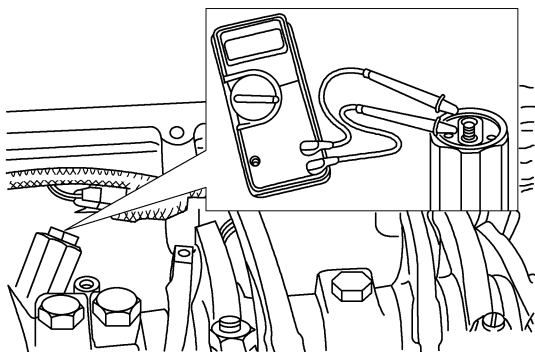
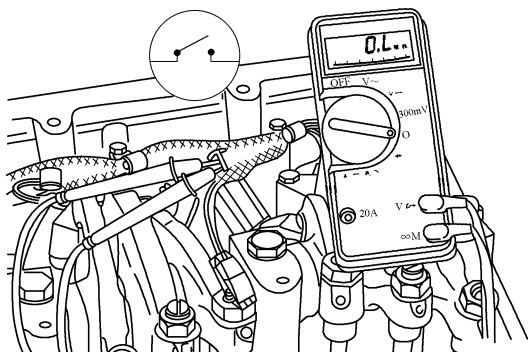

图 5-95 测量电磁阀两接线柱之间的电阻
图 5-96 测量两个螺母总成或导线插头之间的电阻
⑦ 测量喷油器电磁阀两个接线柱之间的电阻(图 5-95), 该电阻值减去万用表电阻值, 实际喷油器电磁阀电阻必须在 $0.5 \sim 1.5 \Omega$ 。如果电阻值不正确, 应更换喷油器。
⑧ 如果电阻值正确, 故障出现在执行器内部或外部线束, 应分别检查每个线束以确定故障范围。
⑨ 断开缸盖内侧插头, 检查内部线束。测量两个螺母总成或喷油器电磁阀导线插头之间的电阻(见图 5-96), 应大于 $100 \text{k}\Omega$ 。如果不是开路, 应更换执行器内部线束。